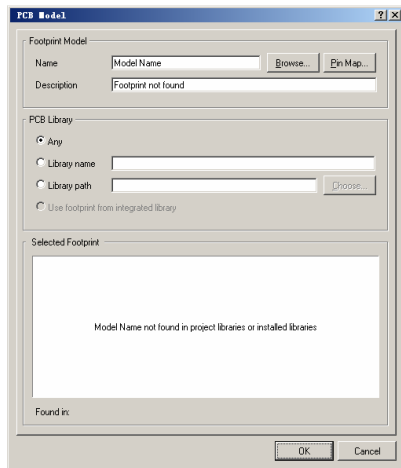

图 2.150 “PCB Model”对话框
(23)单击“Component Properties”对话框内“Models for D1-DZener”列表下方“Add”按钮右侧的下拉列表按钮,在弹出的下拉列表中选择“FootPrint”项,打开如图 2.150 所示的“PCB Model”对话框。